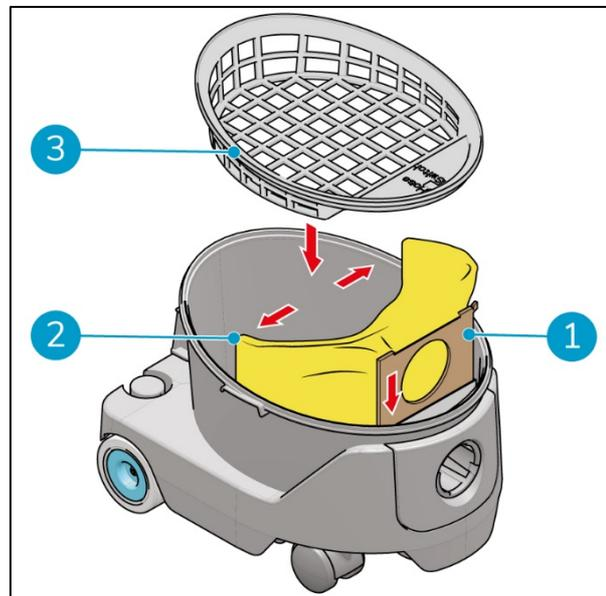

Abbildung 11
11. Schieben Sie den Pappkragen des neuen Staubbeutels (Abbildung 11, Pos. 1) in die Schlitz, bis der Staubbeutel richtig sitzt.
12. Entfalten Sie den Staubbeutel (Abbildung 11, Pos. 2).
13. Setzen Sie den Filter wieder ein (Abbildung 11, Pos. 3).